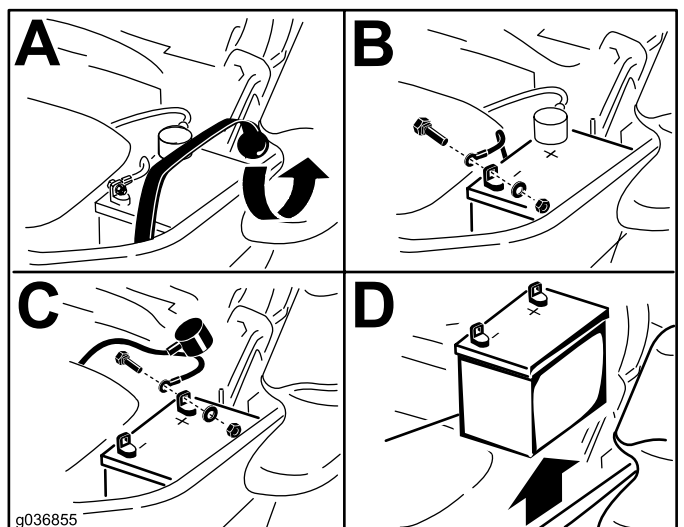

Figure 46
3. Retirez la batterie, comme montré à la Figure 46.
1. Placez la batterie dans son support en tournant les bornes à l'opposé du réservoir hydraulique (Figure 46).
4. Fixez les câbles avec 2 boulons, 2 rondelles et 2 contre-écrous (Figure 46).
6. Fixez la batterie en place à l'aide de la sangle en caoutchouc (Figure 46).